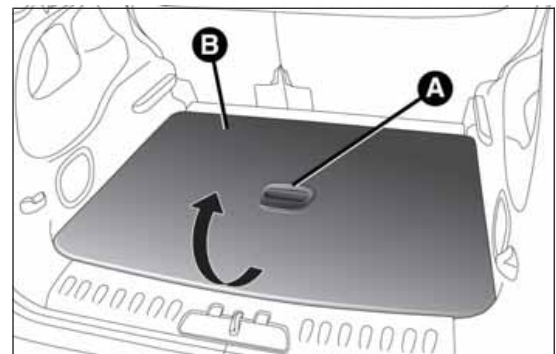
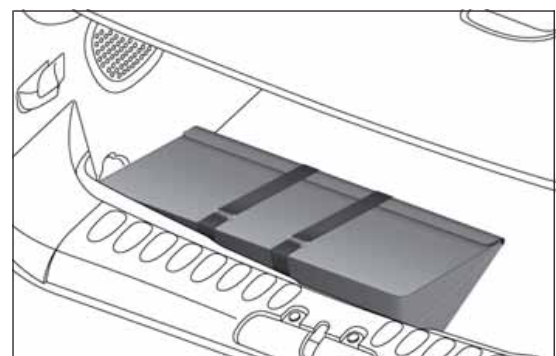

Abb. 25
Abb. 26
- Versionen mit 5 Sitzplätzen: Den Kofferraum öffnen, den Griff A Abb. 25 fassen und den Boden B des "Cargo Magic Space" mit einer Hand anheben. Die Werkzeugtasche Abb. 26 entnehmen. Den Ladeboden "Cargo Magic Space" immer aus einer hinteren mittleren Position zum Fahrzeug verstellen.